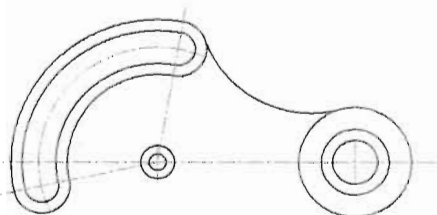

图 5-192
(12) 单击“修剪”按钮, 剪掉多余部分, 得到与圆相切的圆弧, 如图 5-192 所示。